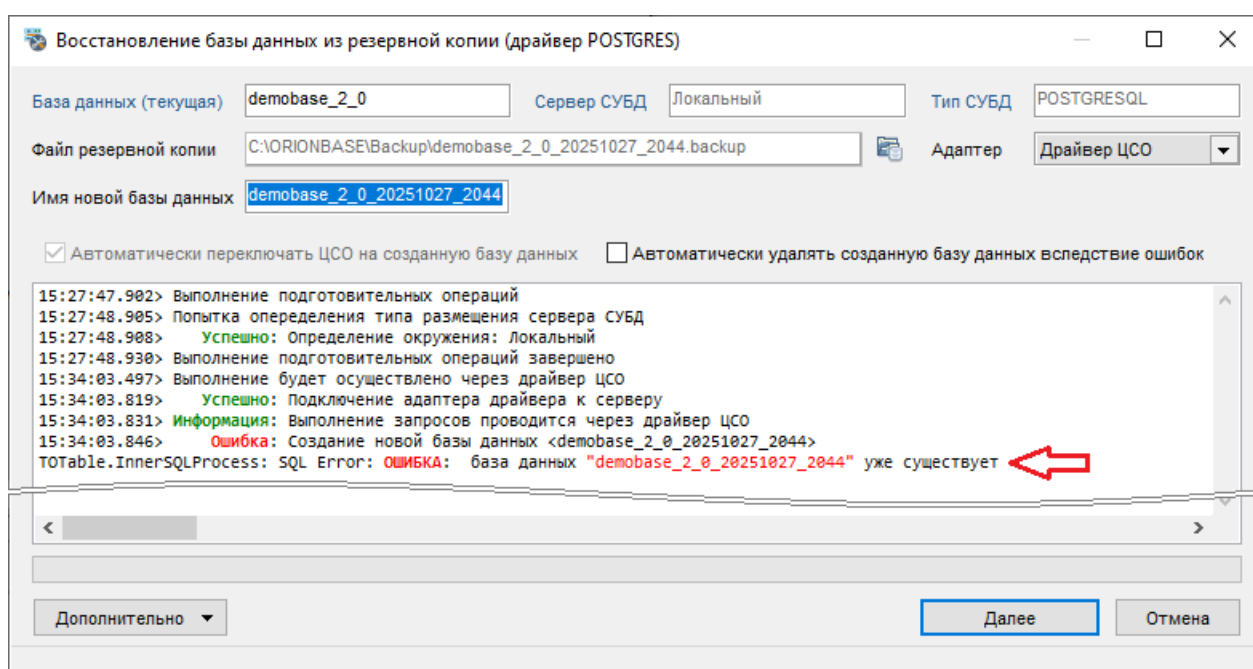

Рисунок 4-59 Ошибка существования БД с заданным именем при восстановлении БД из резервной копии
- 5) при отображении в протоколе информации об ошибке существования БД с заданным именем (см. Рисунок 4-59) внесите необходимые изменения имени БД в настройки и повторите шаги 3 – 4;